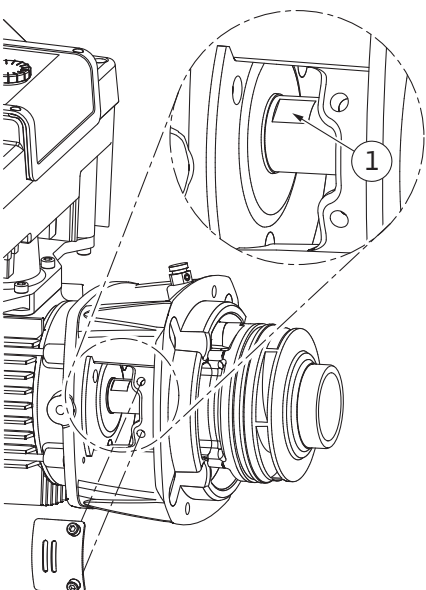

Fig. 106: Atslēgas virsmas uz vārpstas
14. Starpkorpusa lodziņā ievietojiet uzgriežņu atslēgu (SW22 mm) un pieturiet vārpstu ar atslēgas virsmām (Fig. 106, 1. poz.). Izskrūvējiet darba rata uzgriezni (Fig. I, 22. poz.). Darba rats (Fig. I, 21. poz.) tiek automātiski noņemts no vārpstas.
3. Starpkorpusa lodziņā ievietojiet uzgriežņu atslēgu (SW22 mm) un pieturiet vārpstu ar atslēgas virsmām (Fig. 106, 1. poz.).
10. Starpkorpasa lodziņā (Fig. IV, 38. poz.) ievietojiet uzgriezņu atslēgu (SW32 mm) un pieturiet vārpstu ar atslēgas virsmām (Fig. 106, 1. poz.). Piemontējiet darba ratu ar paplāksni(-ēm) un uzgriezni. Pievelciet uzgriezni. Raugiet lai gala blīvējums nesagrieztos un netiktu bojāts.